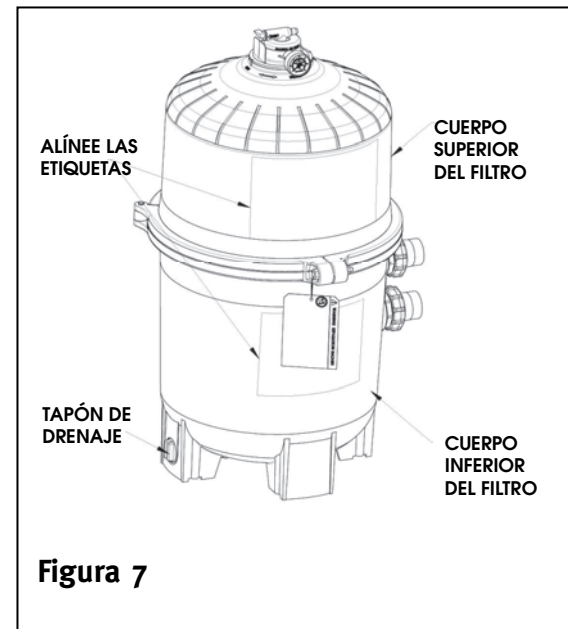

Figura 7
1. Coloque el sello de metal reforzado en el cuerpo inferior del filtro (Figura 4). Coloque el cuerpo superior del filtro en el sello de metal reforzado y el cuerpo inferior del filtro en una posición que permita que todas las etiquetas de operación y seguridad queden claramente a la vista y el cuerpo superior esté centrado sobre el cuerpo inferior del filtro. Presione hacia abajo de manera firme y uniforme sobre el cuerpo superior del filtro para fijar el sello. (Figura 7).
2. Coloque la abrazadera del filtro alrededor de los cuerpos superior e inferior del filtro. Sostenga los extremos de la abrazadera para situar la abrazadera en los cuerpos del filtro con los extremos de la abrazadera adyacentes a las etiquetas de seguridad y operación en los cuerpos del filtro. (Figura 7).